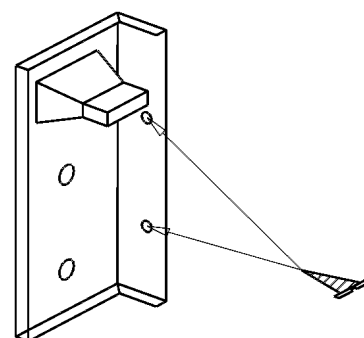

Abb. 3
- Speisestation (Abb. 3) an der Rückseite oben links durch zwei Holzschrauben wie in der Abbildung 2 befestigen.